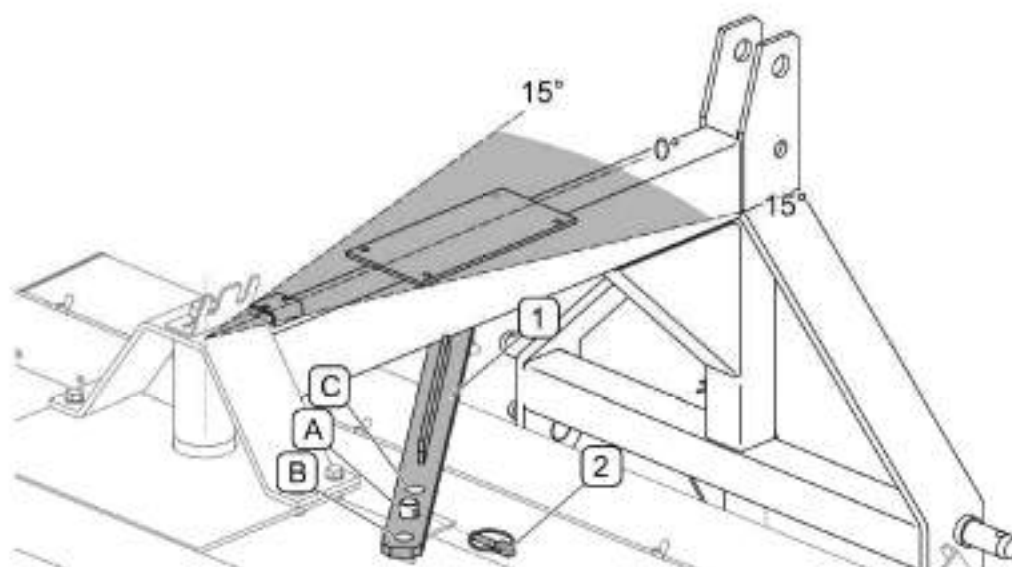

РИСУНОК 4.8А Изменение угла наклона подметающего валика
(1)- планка; (2)- страховочная чека; (А)-установочное отверстие для положения 0° ; (В)- установочное отверстие для наклона вправо на 15° ; (С)- установочное отверстие для наклона влево на 15°
Регулировка рабочего угла наклона подметающего валика относительно очищаемой поверхности (РИСУНОК 4.8А) осуществляется путем изменения положения шкворня, вкладывая его в соответствующее отверстие (А), (В), (С) в планке (1). Для того, чтобы подметельно-уборочная машина работала с наклоном 0° , необходимо закрепить шкворень в отверстии (А) в планке (1) и заблокировать страховочной чекой (2). Отверстия (В) и (С) предназначены для работы машины с наклоном под углом 15° вправо или влево. Работа подметельно-уборочной машины под углом разрешается только в случае эксплуатации без бункера для мусора.